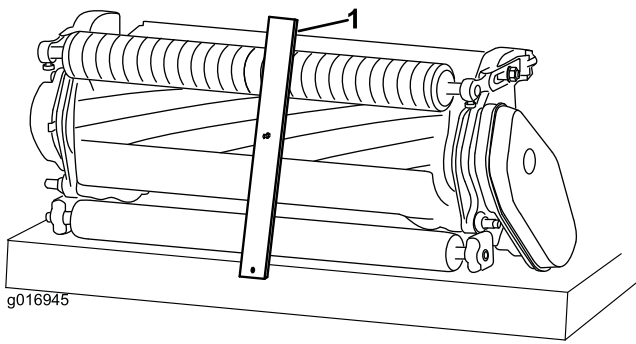

图11
3. 将螺丝头钩在底刀的刀刃上，并将调刀尺的后端放到后滚筒上（图11）。